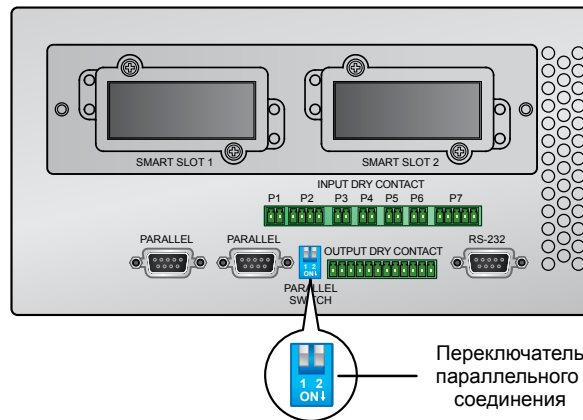

Рис. 6-2. Положение переключателя параллельного соединения
1. Перед тем как соединять ИБП (максимум четыре) параллельно, следует на панели управления задать идентификационный номер (ID) каждой параллельной группы и каждого параллельного ИБП в группе. См. п. 7.7.5.
2. При параллельном соединении ИБП установите в нужное положение переключатель параллельного соединения (см. **рис. 6-2**), руководствуясь п. 3.4.3.